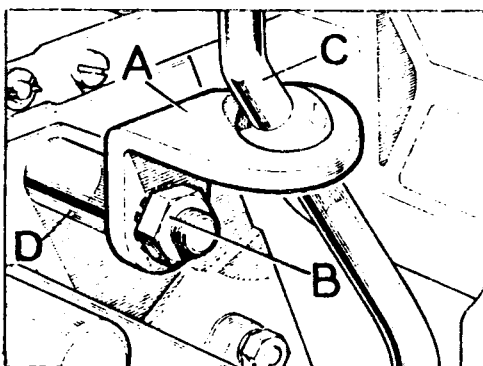

Fig. C1-29 Eslabón para el eje selector de la caja reductora
- 1.7. Soltar la tuerca, B (Fig. C1-29) de fijación del eslabón, A, de la palanca reductora, C, al eje selector de "altas" y "bajas", D.
- 2.6. Colocar en su sitio la palanca, C (Fig. C1-29) de la caja reductora y asegurarse del apriete de la tuerca, B, de fijación del eslabón, A.